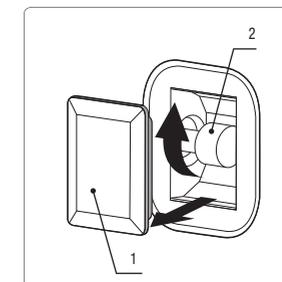

Fig.3
**! Attention:** pour prévenir les décharges électriques et/ou des dommages à des personnes, lire et suivre la procédure suivante: Avant de remplacer la lampe du four, s'assurer que le courant ait été débranché en coupant l'interrupteur général. S'assurer que le four et la lampe soient froids. Ensuite, enlever le couvercle des ampoules. Voir point 1 figure 3. Ne pas toucher l'ampoule chaude avec un chiffon humide, cela peut causer une rupture de cette ampoule. Dévisser et remplacer l'ampoule par une autre adaptée aux électroménagers de 25 W pour 220 - 230 V a.c. (point 2 figure 3). Après le remplacement, remettre le couvercle. Dans le cas où la calotte de la lampe est abîmée ou cassée, ne pas utiliser le four tant que la calotte n'a pas été remplacée ou réinsérée de façon correcte et sûre.